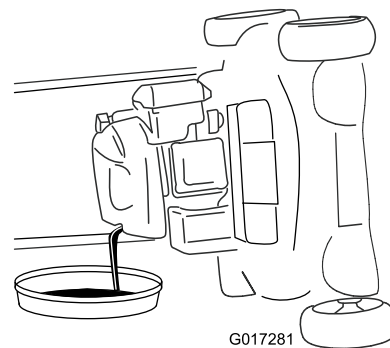

Figure 31
4. Basculez la machine sur le côté (filtre à air en haut) pour vidanger l'huile usagée par le tube de remplissage (Figure 31).